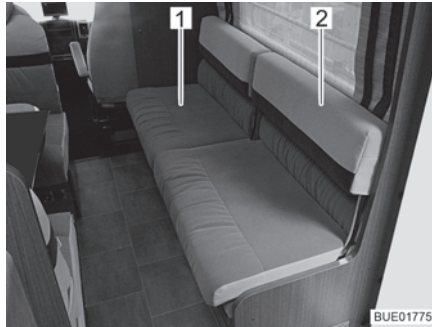

Fig. 97 Réglage du siège
- Soulever légèrement le siège (Fig. 97,1).
- Saisir l'appui-tête rembourré (Fig. 97,2) et le faire pivoter avec précaution vers le bas.